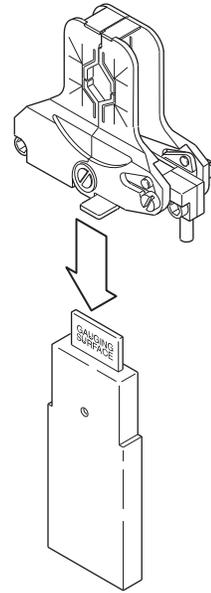

図 13：センタリング・ゲージを挿入する
1. センタリング・ゲージを確認します。ゲージをまわして、「side faces」と刻印された面を最初に取り付ける溶接物の方に向けます。ゲージをフィクスチャーに挿入します (図 13)。